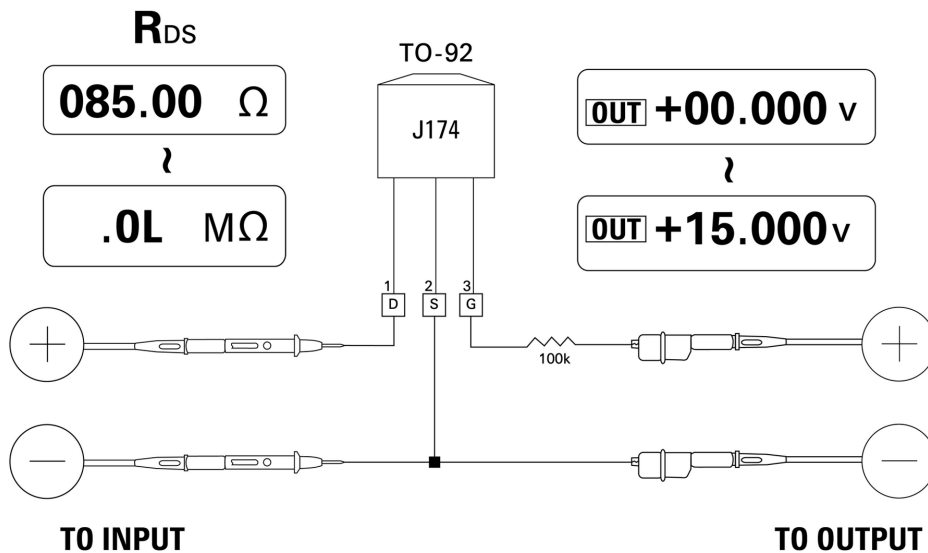

Figura 5-12 JFET de canal P
- 4 Gradualmente disminuya la salida de voltaje de +00.000 V a +15.000 V. El valor R_{DS} aumentará apropiadamente (Figura 5-12 en la página 107).